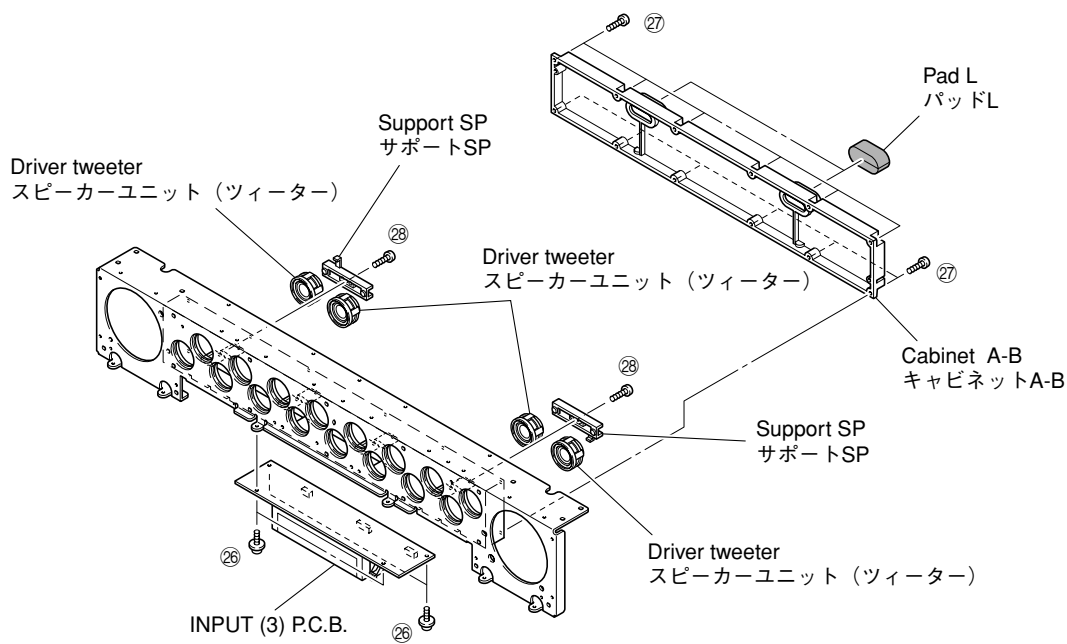

Fig. 14
- Remove 4 screws (26) and then remove the INPUT (3) P.C.B.. (Fig. 14)
- Remove 12 screws (27). (Fig. 14)
- Remove the pad L and then remove the cabinet A-B. (Fig. 14)
- Remove 2 screws (28) and then remove the support SP. (Fig. 14)
- Remove the driver tweeter. (Fig. 14)
- 26のネジ4本を外し、INPUT (3) P.C.B.を取り外します。(Fig. 14)
- 27のネジ12本を外します。(Fig. 14)
- パッドLを外し、キャビネットA-Bを取り外します。(Fig. 14)
- 28のネジ2本を外し、サポートSPを取り外します。(Fig. 14)
- スピーカーユニット(ツイーター)を取り外します。(Fig. 14)